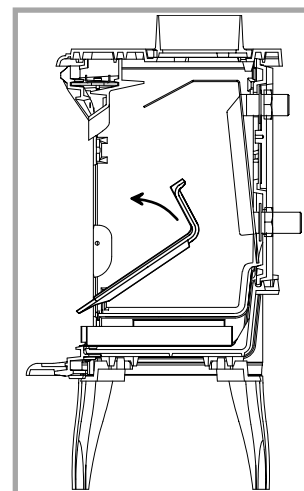

Figure 4
- Basculer la grille hors du foyer (fig. 4.)